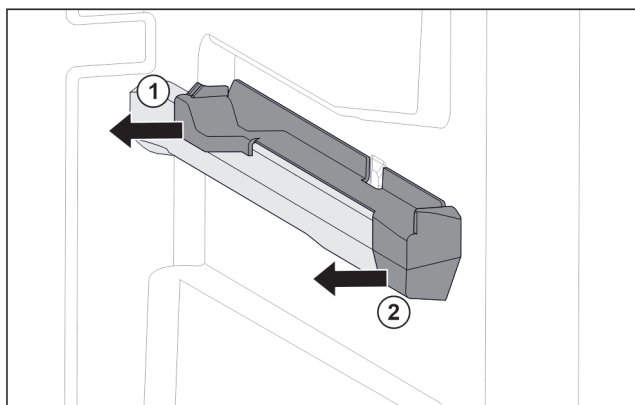

Fig. 115 Aufsteckteil auf der rechten Behälterrippe
- Aufsteckteil hinten zur Seite abziehen. Fig. 115 (1)
- Aufsteckteil vorne zur Seite abziehen. Fig. 115 (2)